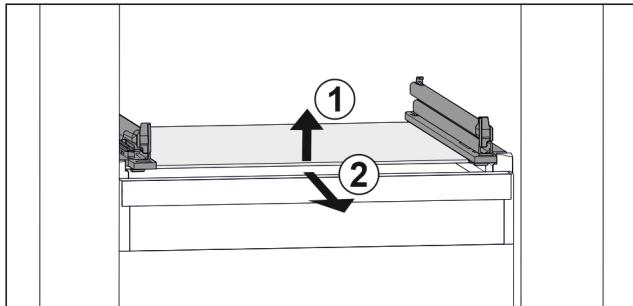

Fig. 167 Примерно изображение на стъклена плоча
- ▶ Повдигнете стъклена плоча отпред. Fig. 167 (1)
- ▶ Извадете стъклена плоча напред. Fig. 167 (2)